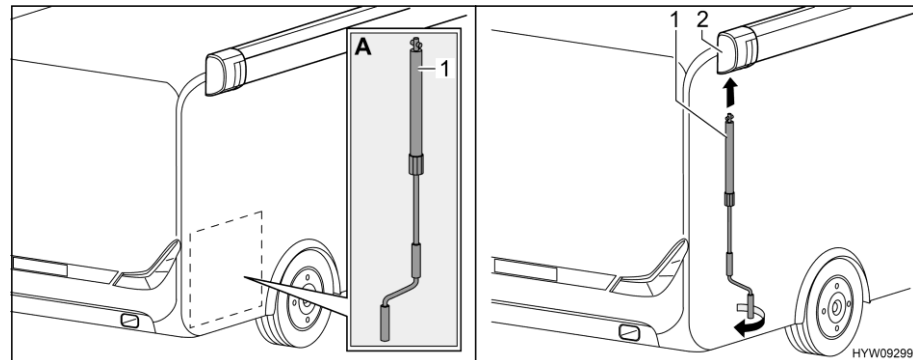

Bild 28 Montera veven
- Ta ut veven (Bild 28,1) ur det bakre lastutrymmet (Bild 28,A).
- Sätt veven i markisens bajonettfässa (Bild 28,2).